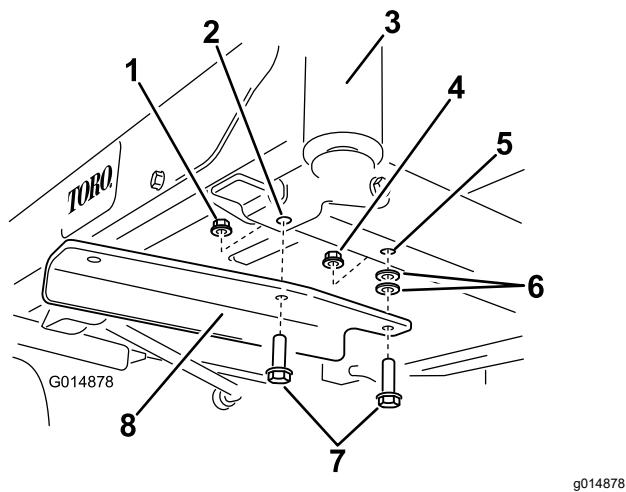

Figura 5
4. Montate la staffa sinistra sulla parte inferiore del telaio mediante 2 bulloni ($\frac{3}{8}$ " x 1 $\frac{1}{4}$ ") 2 rondelle e 2 dadi di bloccaggio ($\frac{3}{8}$) (Figura 5).